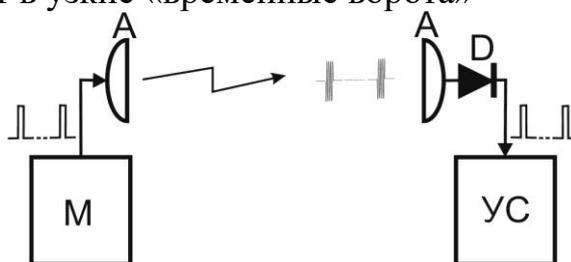

Рис. 6.6
6.3.4.2 Антенна А БПРД, под управлением модулятора М, излучает в направлении антенны А БПРМ радиоимпульсы (см. рис. 6.6). Радиоимпульсы с выхода антенны А (БПРМ) поступают на детектор D, с выхода которого – на узел синхронизации УС. УС определяет их положение во времени и пропускает в узкие «временные ворота»